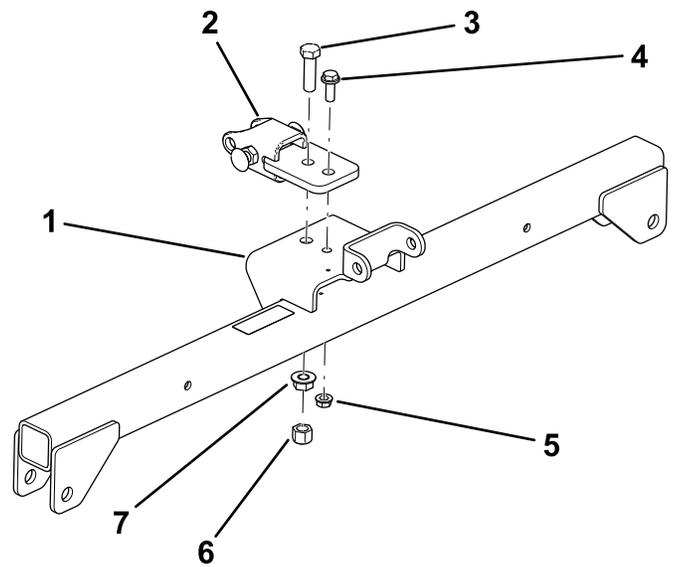

Figura 3
1. Monte provisionalmente la barra de tracción en el taladro delantero de la barra de suspensión (Figura 3) con un perno ($\frac{1}{2}$ " x $1\frac{3}{4}$ "), una tuerca con arandela prensada ($\frac{1}{2}$ ") y una tuerca de cabeza hexagonal ($\frac{1}{2}$ ").